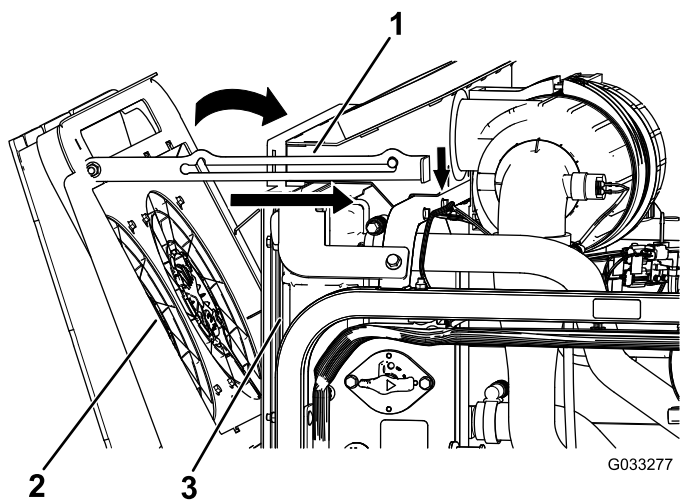

Рисунок 120
4. Поверните вентиляторы охлаждения двигателя вперед и зафиксируйте опорную стойку в выемке (Рисунок 120).